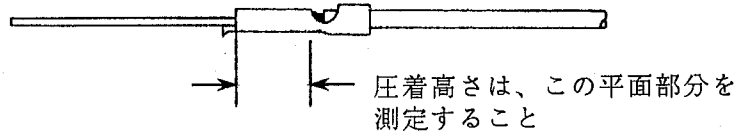

Fig. 2
(2) 圧着高さは、Fig. 2 に示した位置で測定すること。